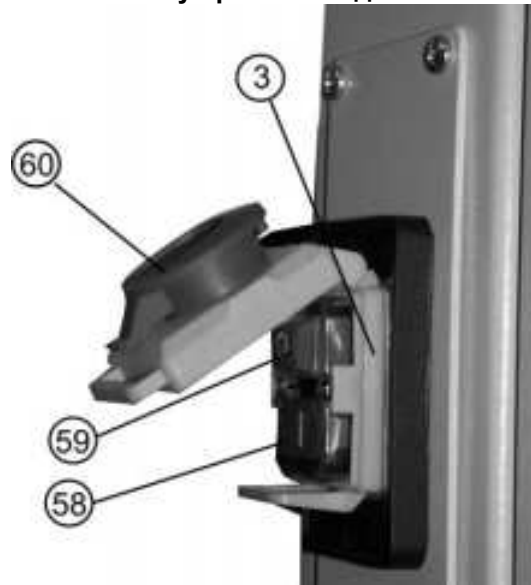

Рис. 18
**12.2. Включение (Рис. 18)**
12.2.2. Нажмите красную кнопку (60) и сдвиньте ее вверх, как показано стрелкой на красной кнопке (60) магнитного пускателя (3), Рис. 18.